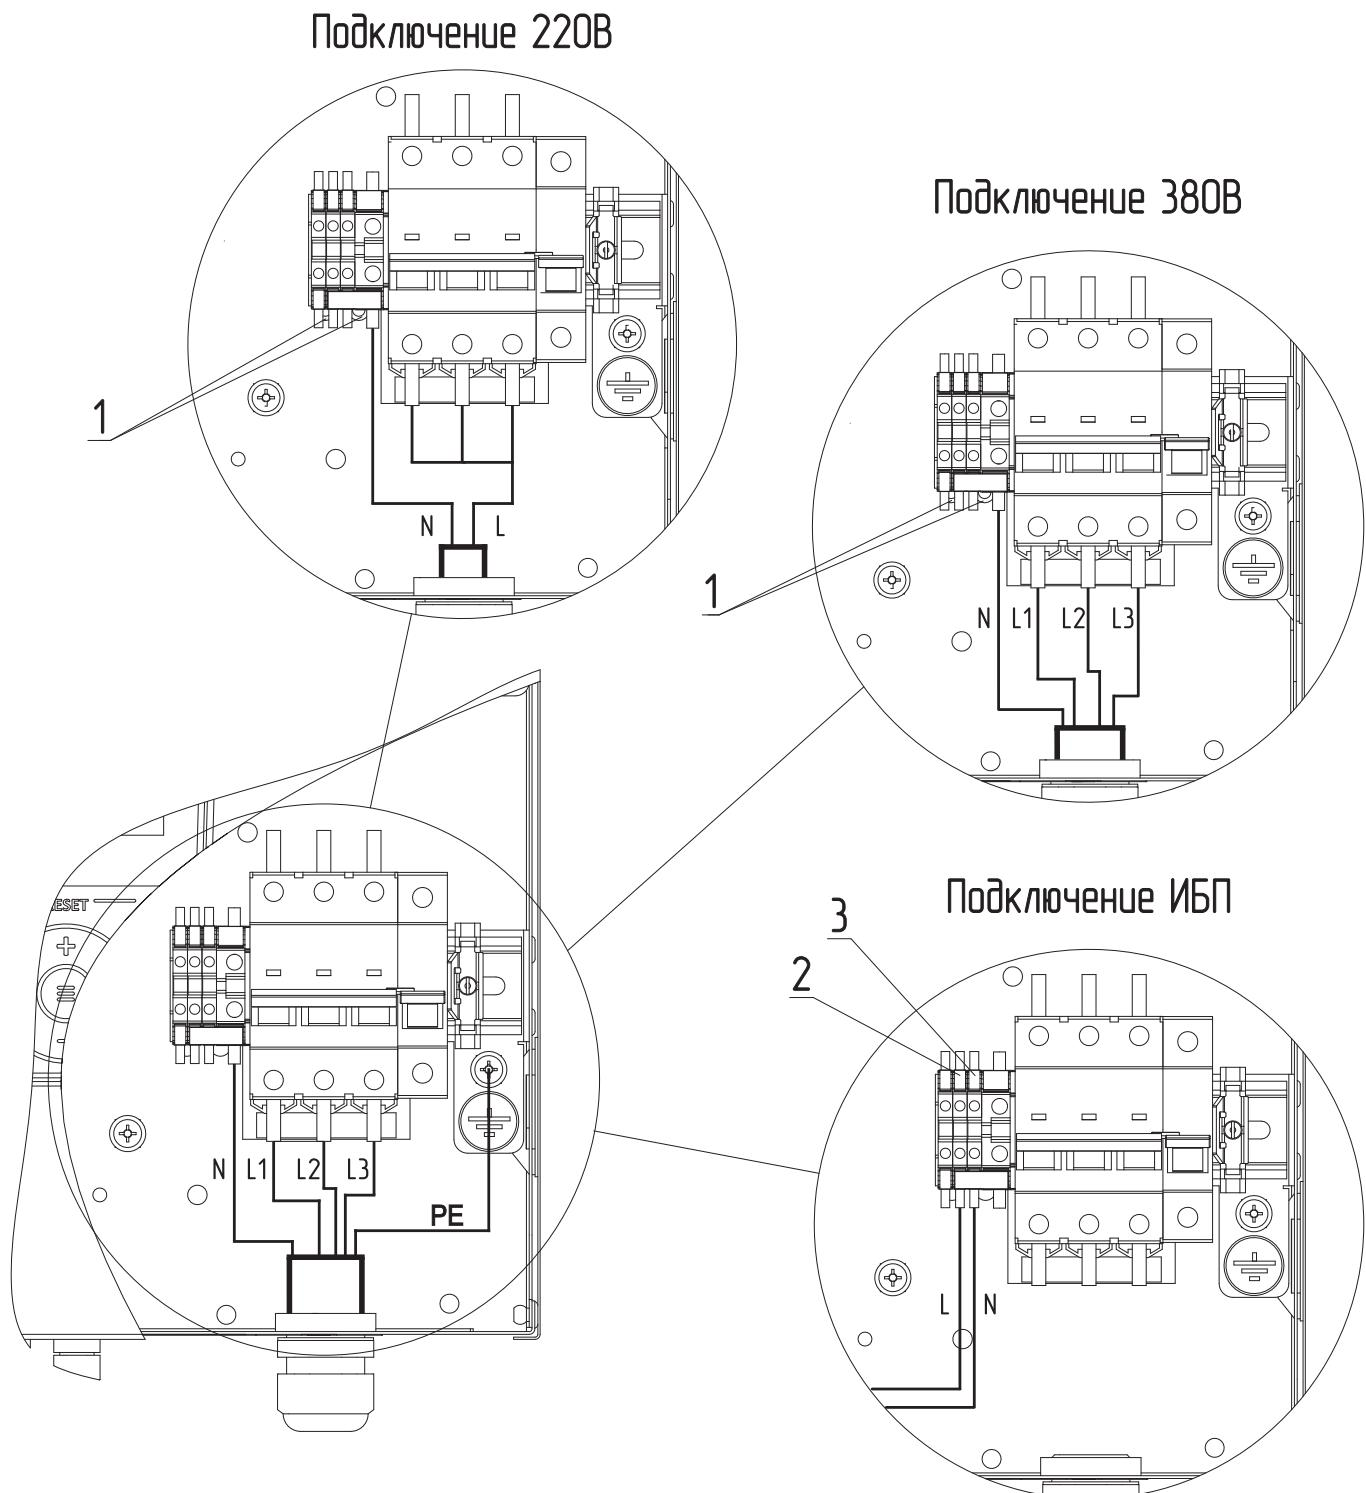

Рис.2 Схема подключения электрокотла VDL Prime
- извлечь перемычки (**Рис.2, поз.1**);
- подключить провода фазы «L» к колодке (**Рис.2, поз.2**);
- подключить провода нейтрали «N» к колодке (**Рис.2, поз.3**).